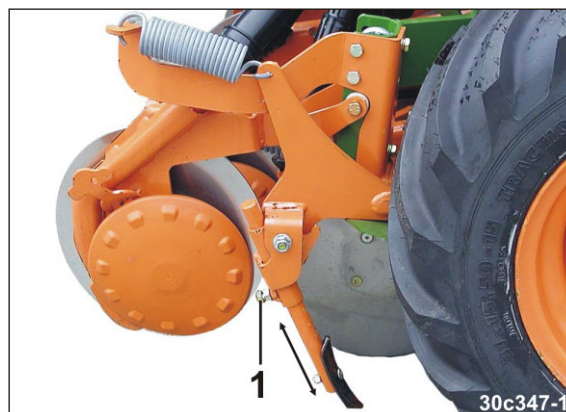

Fig. 182
- 1.1 Desaperte o parafuso (Fig. 182/1).